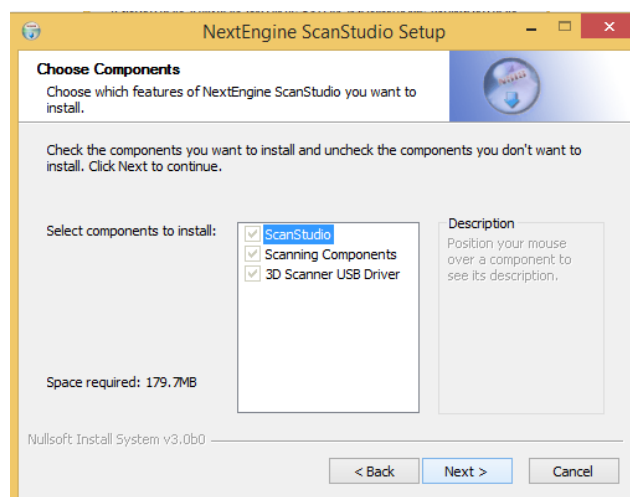

Figura 9. Componentes de instalación del software ScanStudio.
9. Una vez se escoge la dirección de instalación del software, aparece una ventana que indica los componentes que se van a instalar como se muestra en la Figura 9, se eligen los tres componentes y posteriormente se selecciona siguiente (next).